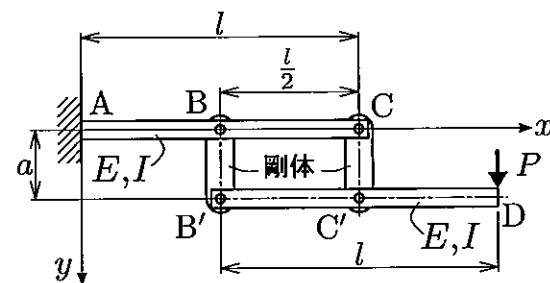

図1
- (1) 図1に示すように、壁で固定されたはりABCがあり、剛体BB'および剛体CC'を介して、はりB'C'Dがピン接合されている。どちらのはりもヤング率E、断面二次モーメントIである。はりB'C'Dの点Dに荷重Pが作用するとき、はりABCの点Cの水平方向変位 $\delta_{CH}$ および垂直方向変位 $\delta_{CV}$ を求めよ。
- (2) 前の問い合わせと同じ状況で、はりB'C'Dの点Dの水平方向変位 $\delta_{DH}$ および垂直方向変位 $\delta_{DV}$ を求めよ。